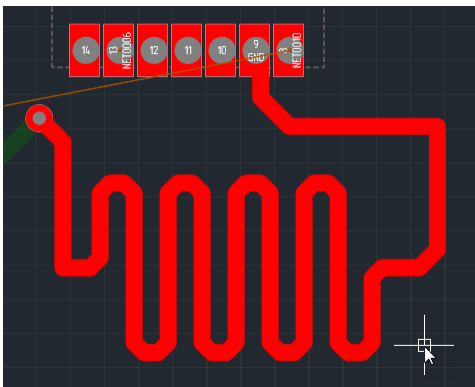

Рис. 238 Размещенный меандр
4. Зафиксировать меандр, см. Рис. 238.